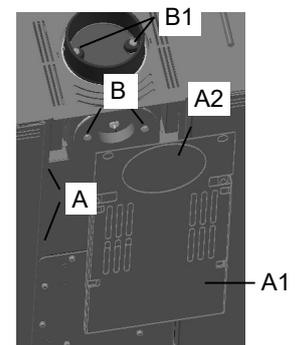

Abb. 3
Ihr Pelletkaminofen ist serienmäßig mit Rauchrohranschluss oben ausgestattet. Sollten Sie den Rauchrohranschluss von hinten wünschen, müssen die 4 Flachkopfschrauben (Abb. 3 A) der Geräterückwand (A1) 1-2 Umdrehungen herausgeschraubt und die Rückwand durch Anheben nach hinten entnommen werden. Das perforierte Blechsegment (A2) mit Hilfe eines Schraubendrehers an der Geräterückwand durch mehrmaliges hin- und herbiegen herausbrechen. Anschließend die 2 Sechskantschrauben M 8 (Größe 13) der Rauchrohrdeckeleinheit mit Rauchgasfühler (B) an der Geräterückseite lösen und mit Dichtung entfernen. Die 2 Sechskantschrauben M 8 (Größe 13) am oberen Rauchrohrstützen (B1) entfernen und diesen mit Dichtung an die rückseitige Rauchrohröffnung anschrauben. Die zuvor abgeschraubte Rauchrohrdeckeleinheit mit Rauchgasfühler (B) und Dichtung auf die obere Rauchrohröffnung legen und fest anschrauben. Beachten Sie hierbei, dass die jeweiligen Dichtungen unbeschädigt sind und dass das Kabel des Rauchrohrfühlers nicht direkt an der Brennkammer anliegt oder eingeklemmt wird.